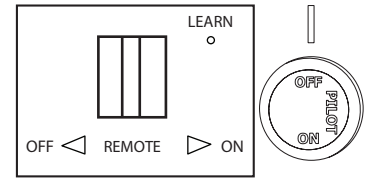

Fig. 17 - Receptor y perilla de control
- Coloque el interruptor del receptor en la posición "ON" (Ver Fig. 17).
3. Gire la perilla de control hacia la derecha  a la posición "OFF" (Ver Fig. 17).
4. Espere cinco (5) minutos para que se vacíe todo el gas. Luego huela en busca de gas, incluyendo cerca del piso. Si huele gas, ¡ALTO! Siga "B" en la información de seguridad a la izquierda de esta etiqueta. Si no huele a gas, vaya al siguiente paso.
5. Presione ligeramente y gire la perilla de control hacia la izquierda  a la posición "PILOT" (Ver Fig. 17). Oprima la perilla de control.